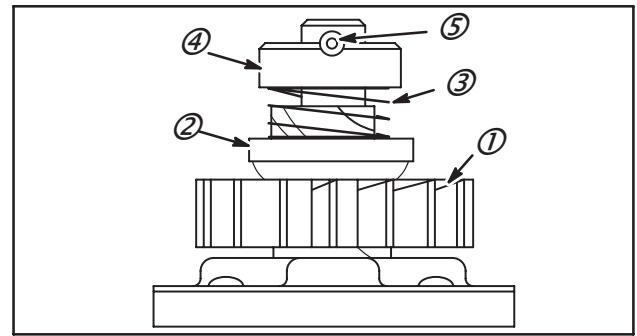
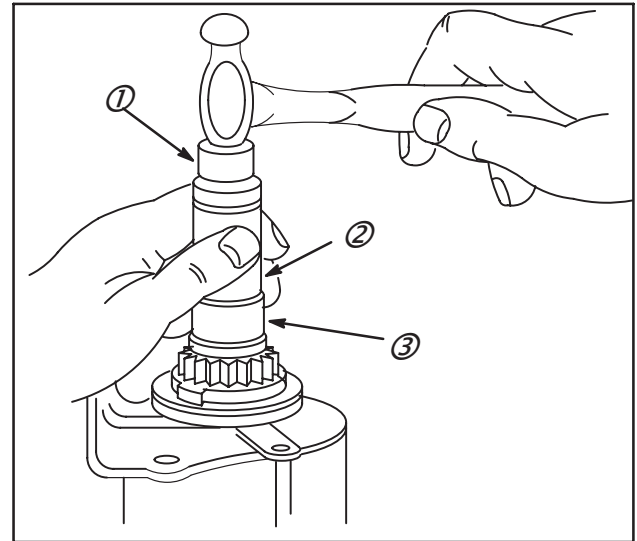

Fig. 66
Fig. 67
1. Monter le pignon avec les entrées de dents (1) comme indiqué en Fig. 66.
2. Monter la coupelle (2) et le ressort (3) sur le pignon s'il en était équipé d'origine puis installer l'arrêt (4) sur l'axe.
3. Enfoncer une goupille neuve (5) à travers l'arrêt et l'arbre du rotor. La goupille doit être centrée dans l'axe à 0,8 mm près. Monter uniquement une goupille neuve.
5. Pour poser le couvercle en plastique, placer une douille (2) sur le couvercle (3) et taper légèrement (1) comme indiqué à la Fig. 67.